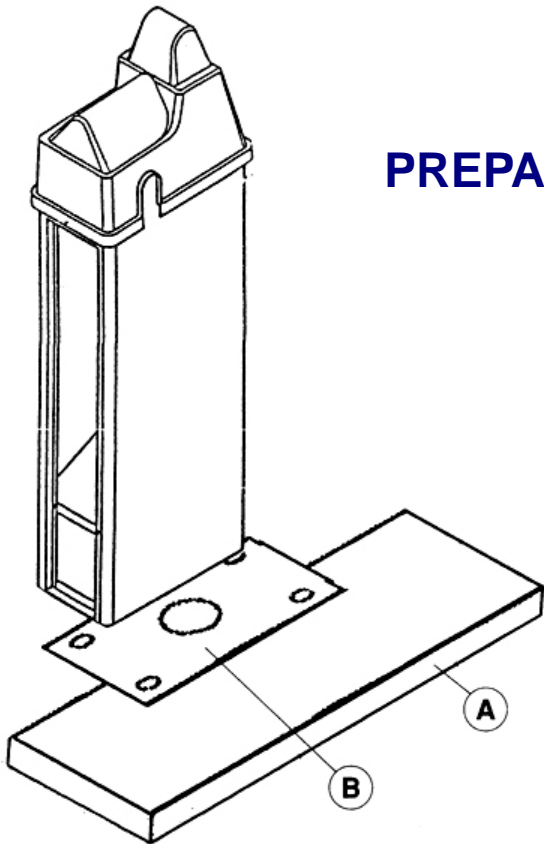

Fig. 2
Si fuera posible, utilizar la contra plataforma de cimentación (B), distribuir los 4 tacos de los cimientos de la estructura y la salida de los cables. El espesor de la losa tiene que ser de unos 10 cm., recordando que se puede aumentar si las condiciones del terreno así lo requieren (fig.2).